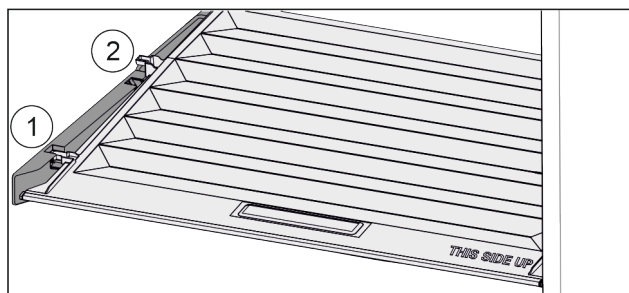

Fig. 128
- Pokrov povlecite naprej Fig. 128 (1) do odprtine v držalnih delih.
- Zadaj ga od spodaj dvignite in odstranite Fig. 128 (2) navzgor.